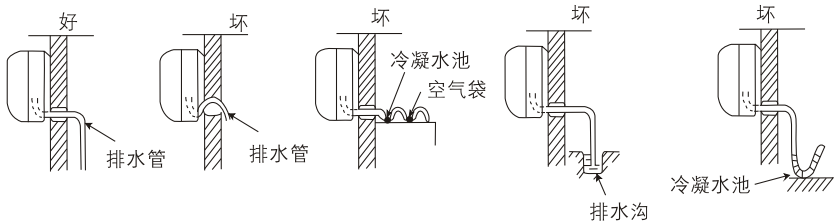

图30
- (1) 用附件⑮ 排水管与室内机组的出水管连接起来。
- (2) 如要使冷凝水流得舒畅,排水管应倾斜少许,如图30所示。